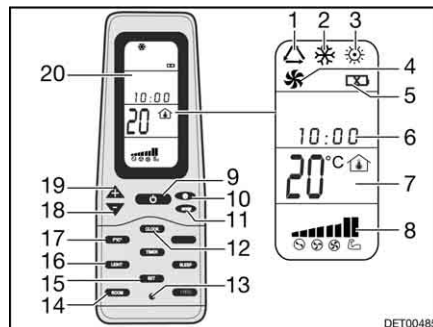

Fig. 198 Telecomando
- Premere il tasto ON/OFF (Fig. 198,9).
- Premere il tasto "Mode" (Fig. 198,11) spesso, finché la modalità desiderata (Fig. 198,1, 2, 3 o 4) viene visualizzata sul display (Fig. 198,20).
- Impostare la temperatura desiderata con i tasti "+" (Fig. 198,19) e "-" (Fig. 198,18).
- Con il tasto velocità dell'aria (Fig. 198,10) selezionare il livello desiderato per la ventola.
Spegnimento: ■ Premere il tasto ON/OFF (Fig. 198,9).